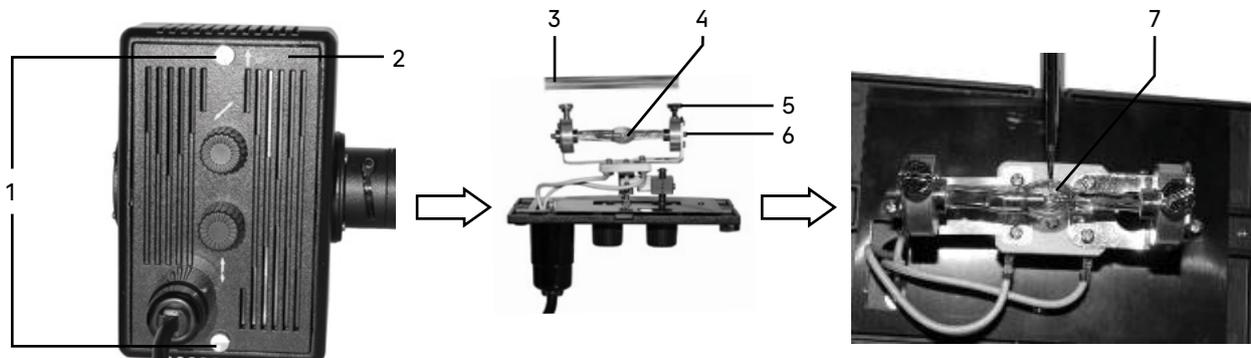

Рис. 6b. Установка ртутной лампы
9. Установите ртутную лампу, как показано на рис. 6b.